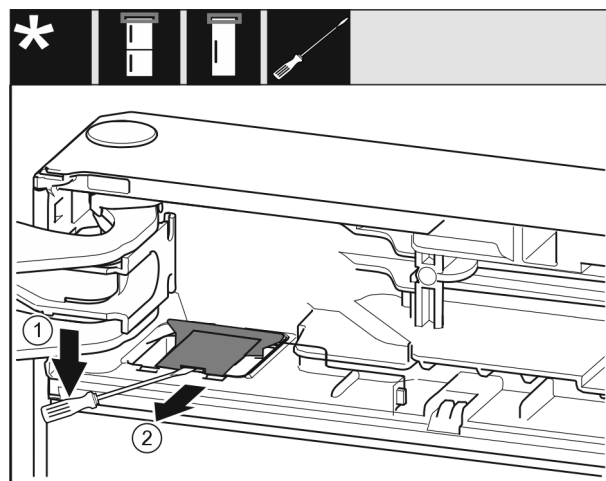

Fig. 14
- Используя шлицевую отвертку, отцепите крышку Fig. 14 (1).
- Извлеките крышку Fig. 14 (2).